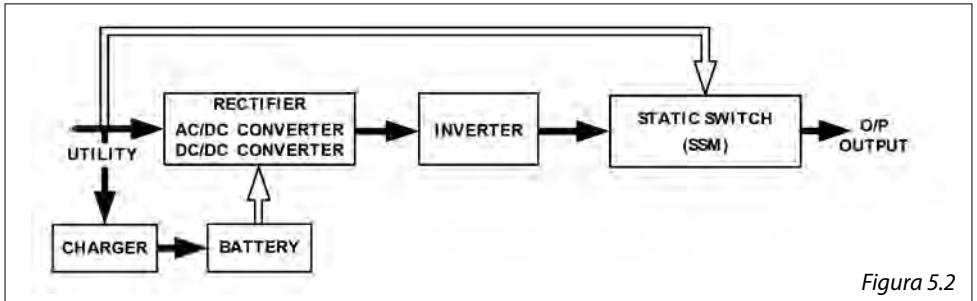

Figura 5.2
2. Cuando la red vuelve a la normalidad, el SAI se enciende en modalidad CA/CC, apaga el convertidor CC/CC y activa el cargador de baterías en modalidad de recarga. El SAI vuelve al estado que se representa en la figura 5.2.
4. El SAI rearranca automáticamente inmediatamente cuando la red esté nuevamente disponible, como se indica en la figura 5.2.